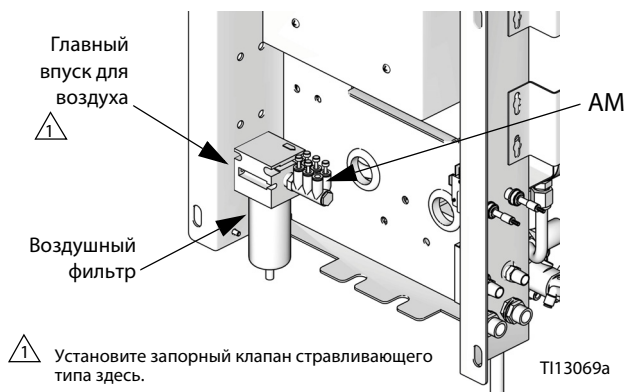
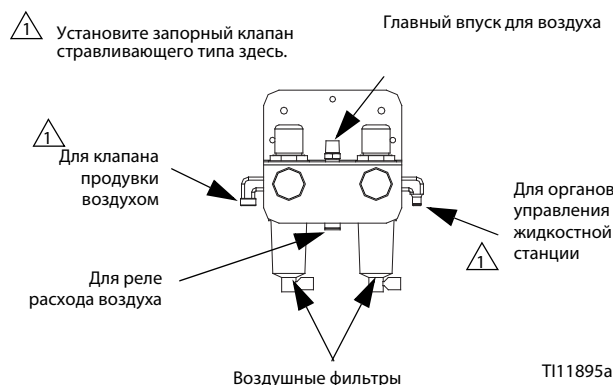

Рис. 7. Настенный впуск для подачи воздуха
Рис. 8. Устройство управления подачей воздуха RoboMix
2. Установите запорный клапан стравливающего типа во впускное отверстие фильтра воздуха для регулирования. Настенные системы см. на Рис. 7 и системы RoboMix на Рис. 8.
Для клапана продувки воздухом (APV) используйте отдельный трубопровод подачи воздуха для продувки. Не подключайте клапан продувки воздухом к главному источнику сжатого воздуха в устройство или к воздушному коллектору (AM, Рис. 7), поскольку это может привести к загрязнению жидкостью соленоидов, трубопроводов воздуха для логического пневмоуправления или главного источника подачи воздуха в случае отказа клапана продувки воздухом (APV) или запорного клапана (CV).